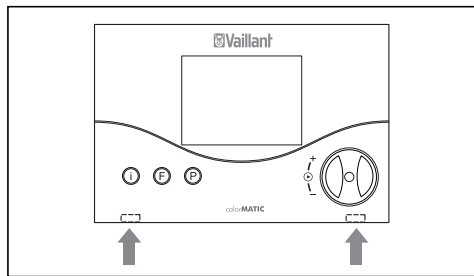

Рис. 4.1 Разблокировка фиксирующего крючка
- Осторожно прижмите отверткой в сторону фиксирующий крючок (рис. 4.1) и вытащите регулятор на себя.